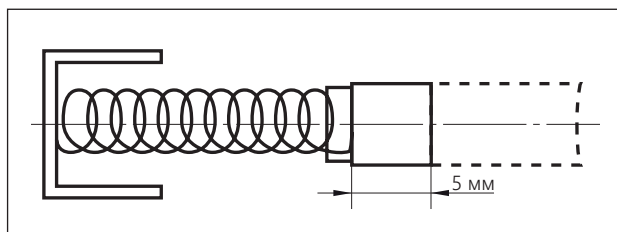

Рисунок 21.
- замените щетки, если пружина повреждена или графитовая поверхность изношена (длина менее 5 мм (рис. 21);